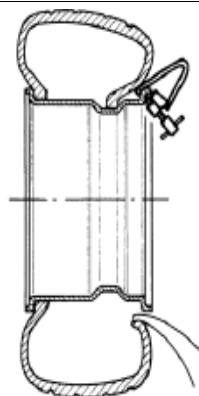

Рис.35
4. Вращайте зажимное устройство по часовой стрелке до тех пор пока шина не будет смонтирована полностью. Убедитесь что внешний борт зашёл в монтажный ручей когда зажим находится напротив инструмента монтажа (Рис.35).